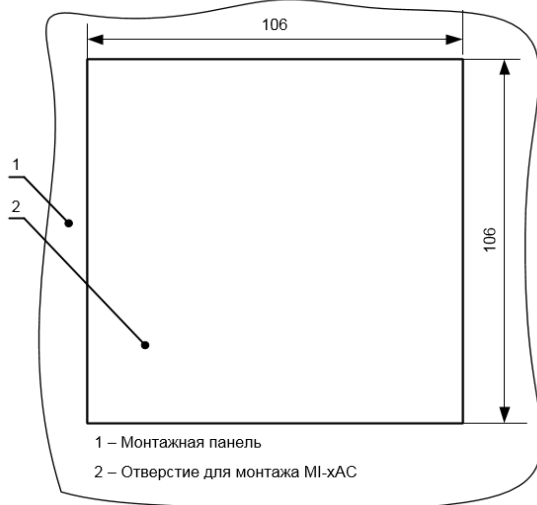

Рис. 4.9. Монтажное отверстие для измерителя MI-xAC
- подготовить в панели монтажное отверстие (рис. 4.9);